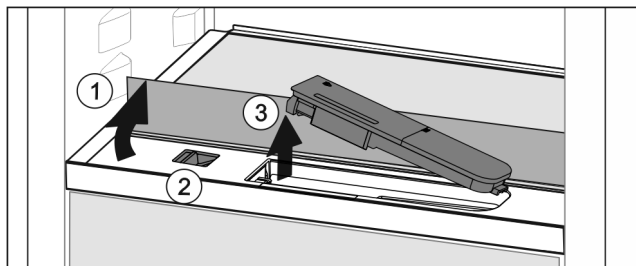

Fig. 164
- ▶ Podnieść płytę szklaną i złożyć ją z powrotem, aż do oporu Fig. 164 (1).
- ▶ Przesunąć suwak Fig. 164 (2) w lewo.
- ▶ Wyjmowanie zbiornika wody Fig. 164 (3).